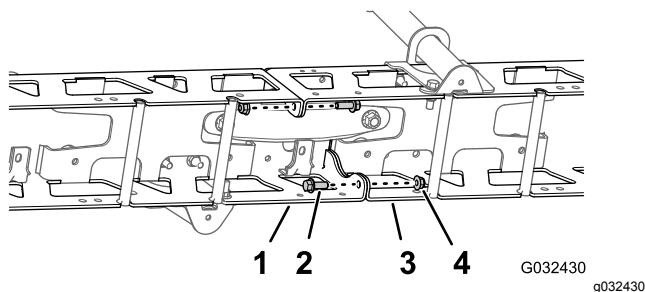

Figura 52
1. Rimuovete i 2 bulloni a testa flangiata (¾" x 1") e i 2 dadi di bloccaggio (¾") che fissano le flange verticali dei telai della trave di sinistra e di destra (Figura 52).